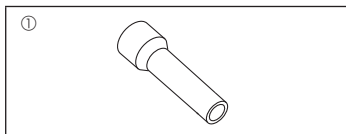

Fig. 1-1
1.6. Принадлежности наружного прибора (Fig. 1-1) (ZRP200/250, P200/250)